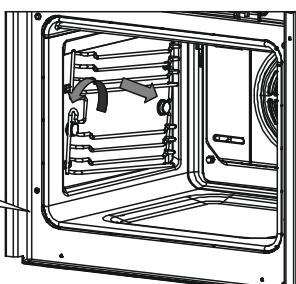

Рис. 1
A. Установка вокруг рамки уровней (см. рис. 1):